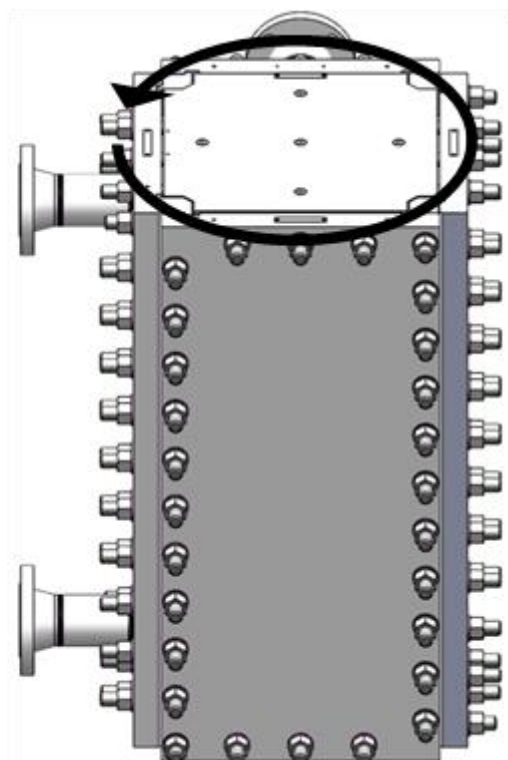

Figure 18
- Respecter le sens de pré-serrage de la figure 18.